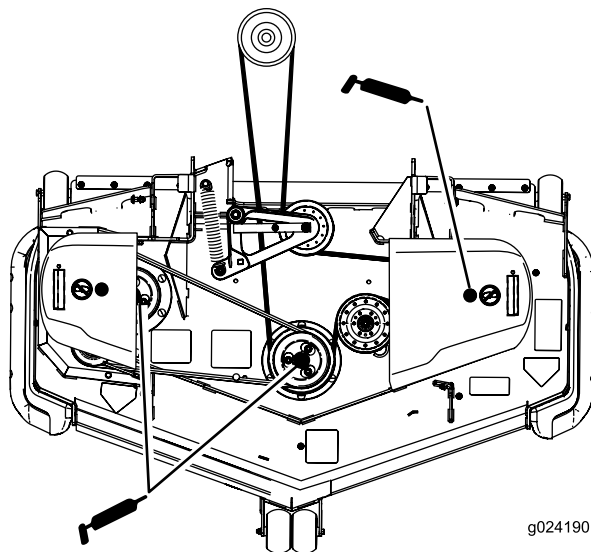

Figura 40
5. Ingrassate i tre cuscinetti del mandrino finché il grasso non fuoriesce dalle guarnizioni di tenuta inferiori (Figura 40).
7. Lubrificate il braccio di rinvio della cinghia di trasmissione (Figura 40).